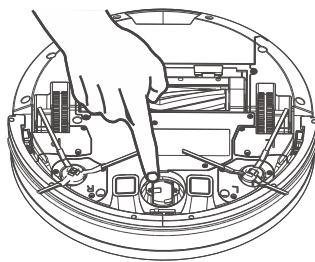

Рисунок 2
- Дважды в неделю при помощи отвертки снимайте переднее колесо и очищайте ось и полость ниши колеса. (См. рис. 2)